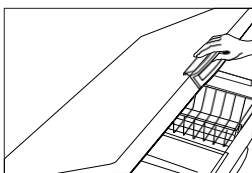

Figura 1
6. Abrir a porta do aparelho e esperar que o gelo derreta. (Figura 1)